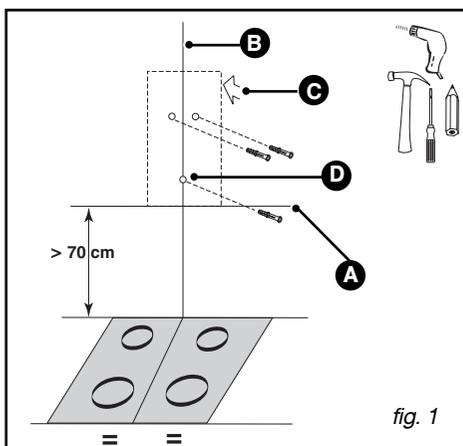

fig. 1
- Mettre la vis anti-soulèvement (D/fig 1)